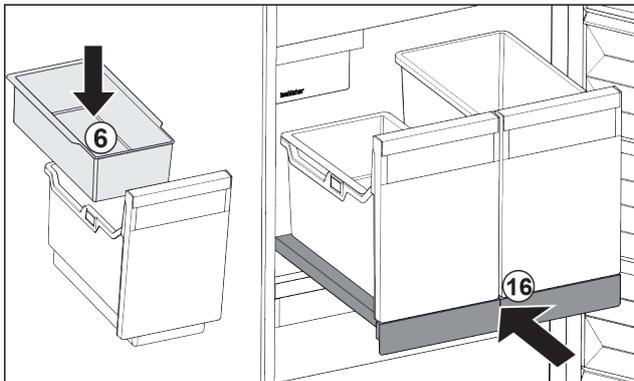

Fig. 40
- ▶ Вставити підвісний лоток Fig. 40 (6) для кубиків льоду.
- ▶ Вставити витягну панель з резервуаром (IceTower). Fig. 40 (16)